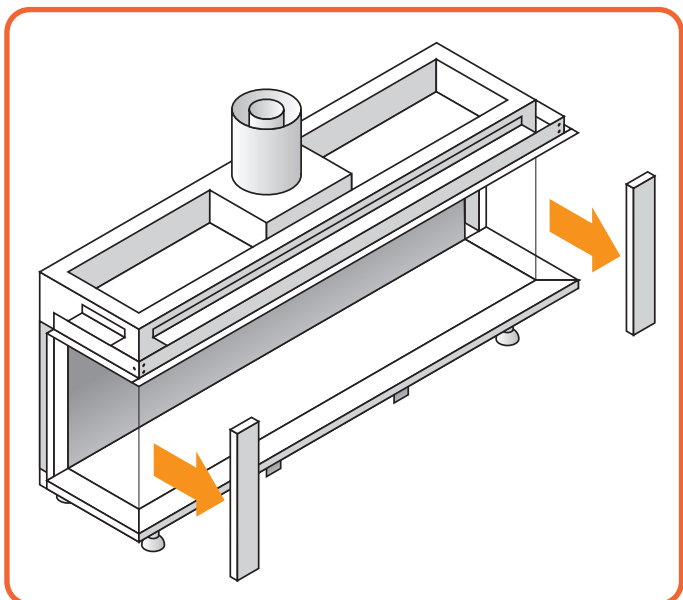

Figura 10.2 - Rimozione delle finiture laterali
- Rimuovere le finiture laterali e la finitura inferiore. Sono fissate con dei magneti, **Figura 10.2 e 10.3**